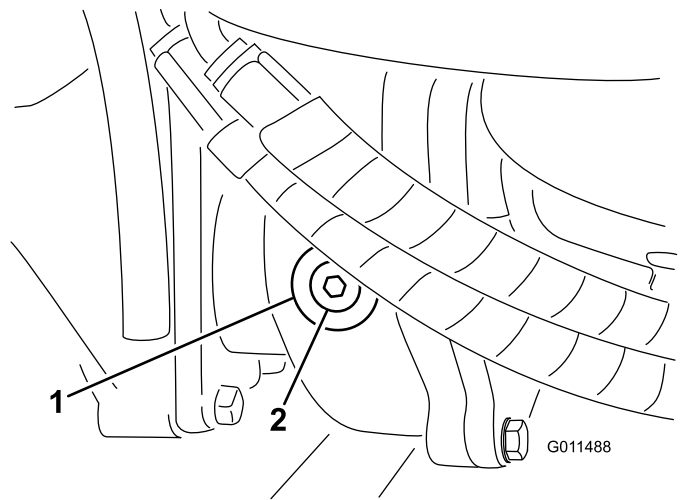

Bild 17
2. Entfernen Sie die Prüf-/Füllschraube an der linken Getriebeseite (Bild 17) und stellen sicher, dass der Schmierstoff die Unterseite des Lochs erreicht. Füllen Sie bei einem niedrigen Stand genug Schmiermittel auf, um den Stand bis an die Unterseite des Lochs anzuheben.